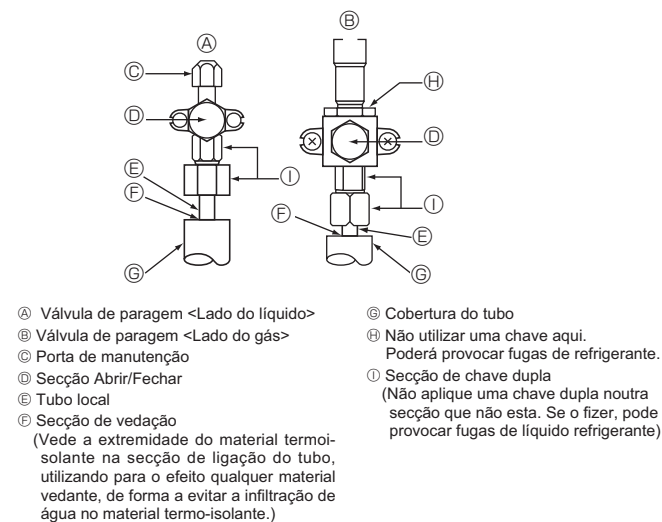

Fig. 4-5
4.4. Teste de vedação ao ar do tubo de refrigerante (Fig. 4-5)
- Certifique-se de que as válvulas de retenção (A) (B) estão fechadas e não as abra.
- Adicione pressão às linhas de refrigerante através da porta de serviço (C) da válvula de retenção do líquido (A).
- Se a pressão diminuir nos passos (2) ou (3), existe uma fuga de gás. Procure descobrir a causa da fuga de gás.